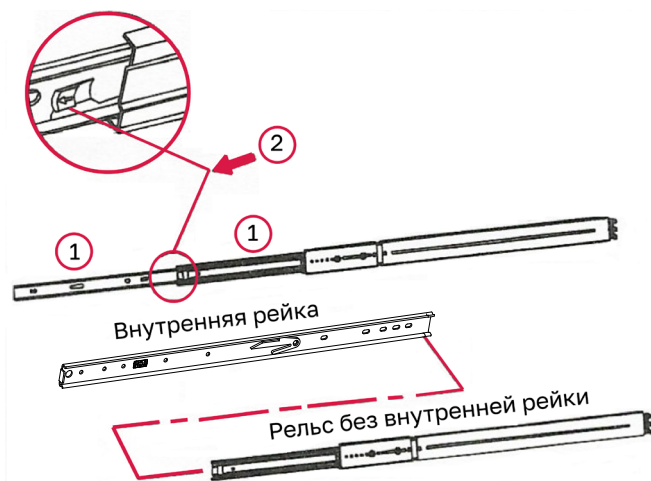

Рисунок 4 – Снятие внутренней рейки
- вытяните внутреннюю и промежуточную рейки рельс до щелчка (см. рисунок 4);